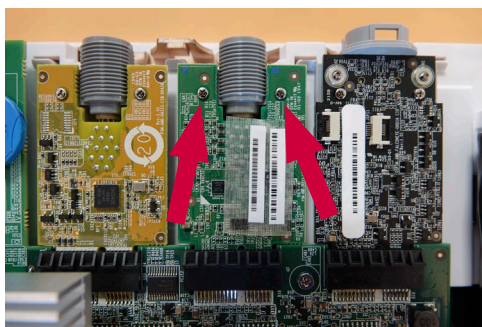

Рис. 16. Снятие винтов на заменяемой плате VDI
Отверткой ослабьте два винта крепления платы VDI (рис. 16)
- d) Установите и затяните два крепежных винта (макс. крутящий момент 0,2 Н·м), удерживая плату VDI в требуемом положении (рис. 16).